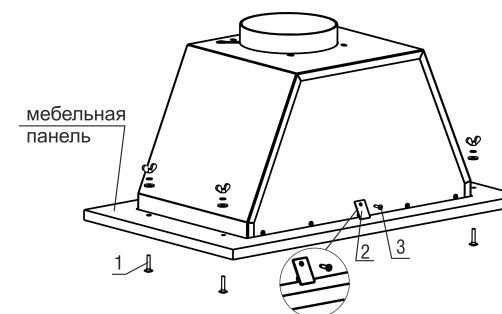

рис. 4
6.2 Монтаж КВ к подвесному элементу мебели над плитой. (рис. 4).
- Установите вытяжку в панель мебельного элемента и закрепите его болтами мебельными -1, шайбами (простой и пружинной) и гайками барашковыми (рис. 4).
- Установите пластину - 2, как показано на рис. 4 и закрепите ее самонарезающим винтом 3,5x11 мм (поз.3), для устранения зазора между плоской панелью вытяжки и мебельной панелью.